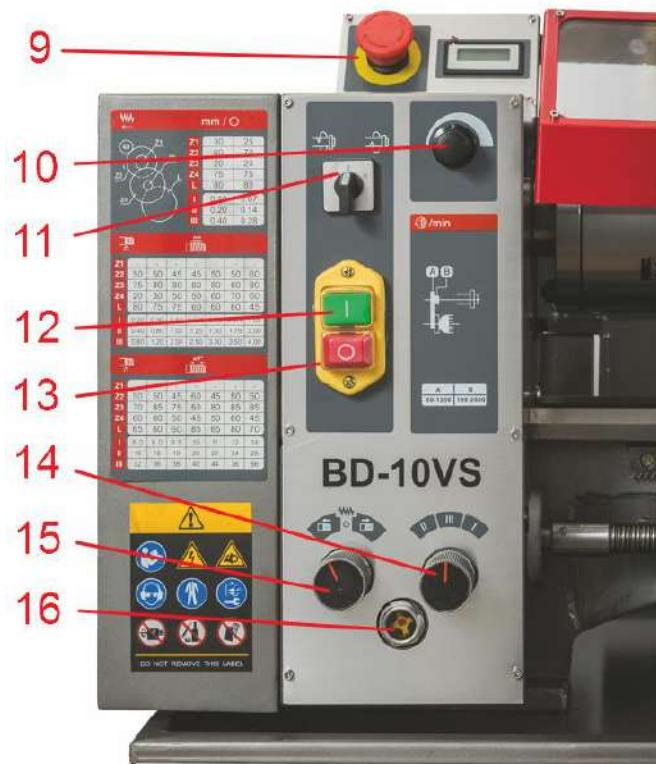

Рис.2
**ВНИМАНИЕ:** Ременная крышка оснащена концевым выключателем. Если она не будет установлена, станок не будет работать. Выбор направления вращения шпинделя осуществляется переключателем (11, Рис.2)
Включение и отключение вращения шпинделя производится при помощи кнопок (12, 13, Рис.2)
Рукоятка выбора подачи (14, Рис.2) обеспечивает три различных варианта автоматической обработки. Возможно также установить и другие величины подач, используя сменные шестерни.
Рукоятка выбора направления перемещения (15, Рис.2) позволяет менять направление перемещения продольного суппорта влево-вправо.
**ВНИМАНИЕ:** Допускается переключение рукояток подачи (15, 17 Рис.2) при вращающемся шпинделе станка. Переключение при резании недопустимо.